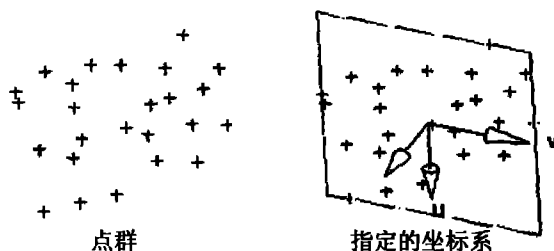

图 1.23 指定坐标系为 UV 平面坐标系
- **Specify CSYS(指定的坐标系):** 以定义的新坐标系所设置的坐标轴作为 U、V 方向的平面, 如图 1.23 所示。如果还没有在指定新坐标系选项中设置新坐标系, 系统即会显示坐标副功能对话框来定义坐标系。